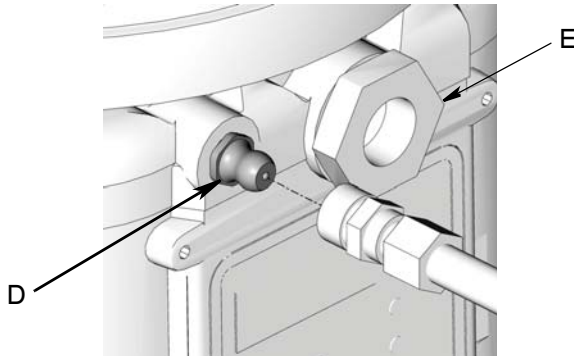

FIG. 13
1. Conecte la manguera de llenado al accesorio de entrada (FIG. 13).